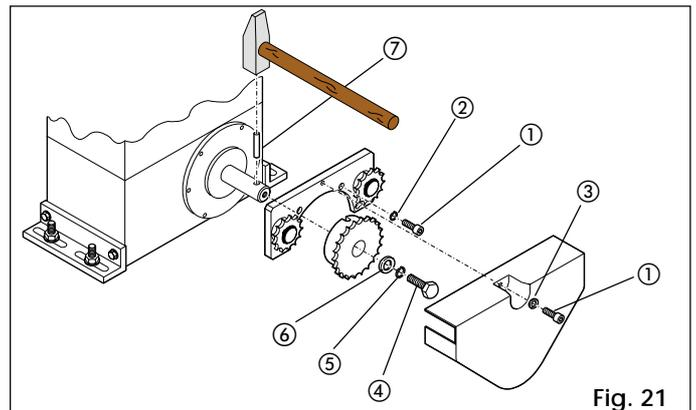
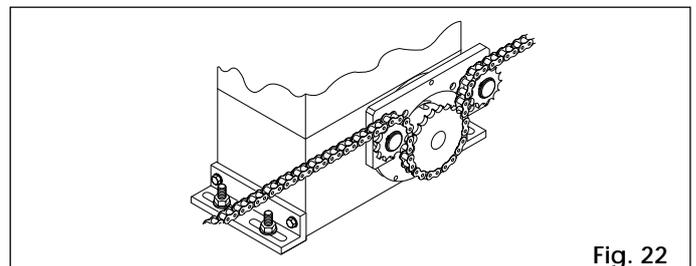

Fig. 21
Fig. 22
4.5.2. MOD. 844MC RF (Fig. 21 y 22)
- Insertar el pasador elástico ⑦ en el eje con ayuda de un martillo.
- Aplicar el piñón de cadena en el eje, haciendo coincidir los alojamientos del piñón con el pasador elástico, y apretar el tornillo ④ con las arandelas ⑤ y ⑥.
- Colocar la brida del motorreductor y el soporte de los engranajes libres. Para ello, quitar los cuatro tornillos superiores y sustituirlos por los tornillos ① (TCE 5 x12) y las arandelas ② del kit, como ilustra la Fig. 21.
- Pasar la cadena (Fig. 22) y montar el cárter con los tornillos ① y las arandelas ③ di Fig. 21.